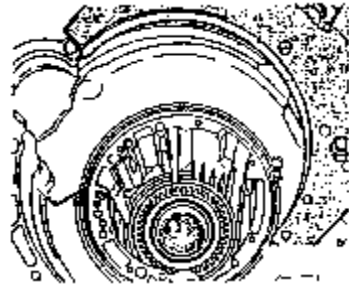

图 7-80 装入碟形垫圈
- 6) 装入碟形垫圈，凸起侧朝着自由轮，如图 7-80 所示。